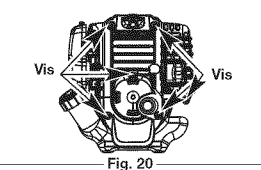

Fig. 20
- Retirez les six (6) vis à l'arrière de la couverture du moteur avec un tournevis plat ou un tournevis Torx T-25 (Fig. 20).
- Déposez le couvercle du moteur (Fig. 20).
- Arrêtez le moteur et laissez-le refroidir. Saisissez fermement le câble de la bougie et retirez le capuchon de celle-ci (Fig. 20).